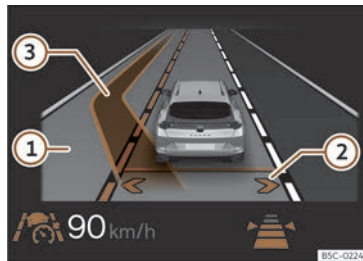

Fig. 149 Pe ecranul panoului de bord: afișaj asistent schimbare bandă (reprezentare schematică).
Acest lucru activează Lane Assist. Săgețile de pe banda proprie de pe afișajul panoului de bord sunt gri >>> **fig. 149 ②**
proprie. Săgeata de pe partea corespunzătoare a benzii este afișată în alb >>> **fig. 149** ②.